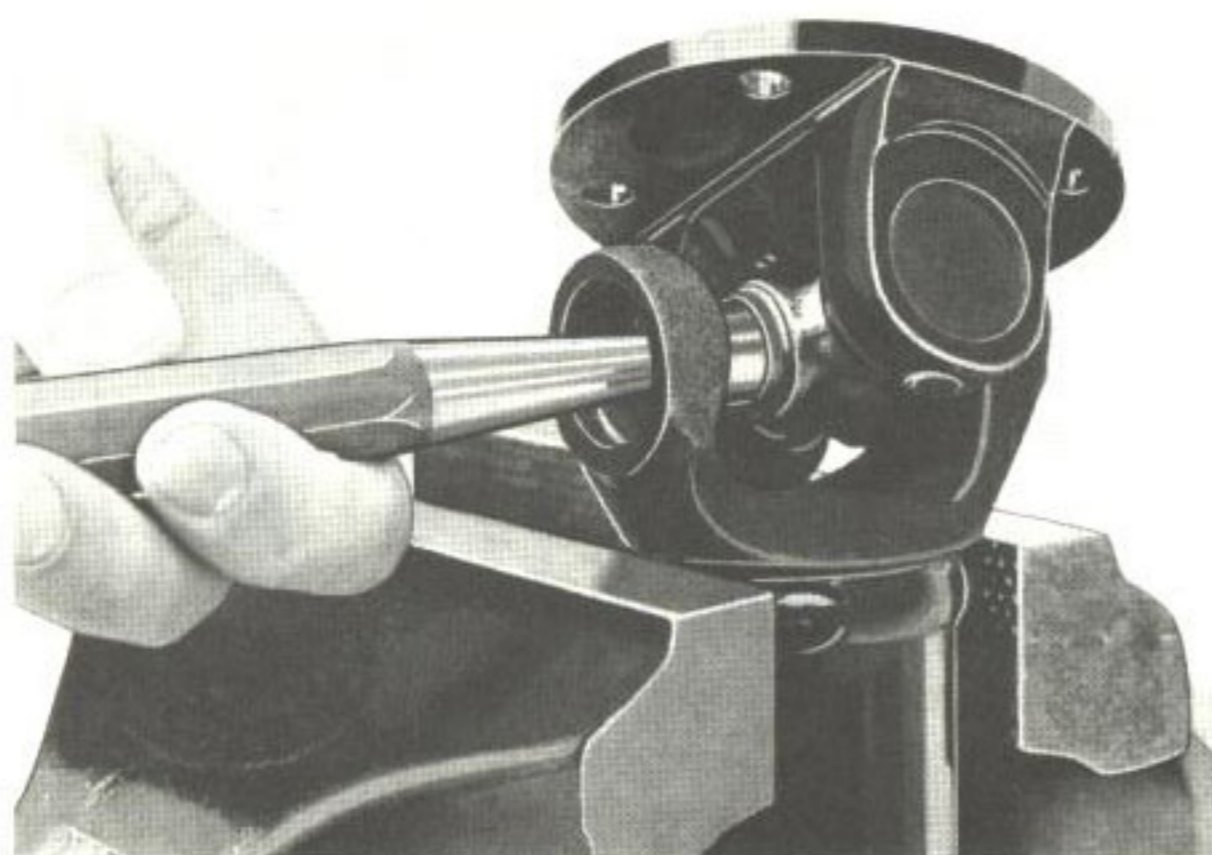

Bild 12. Utdrivning av lagerhållare II
5. Driv ut den andra lagerhållaren enl. bild 12 och dra sedan ut lagret som tidigare.